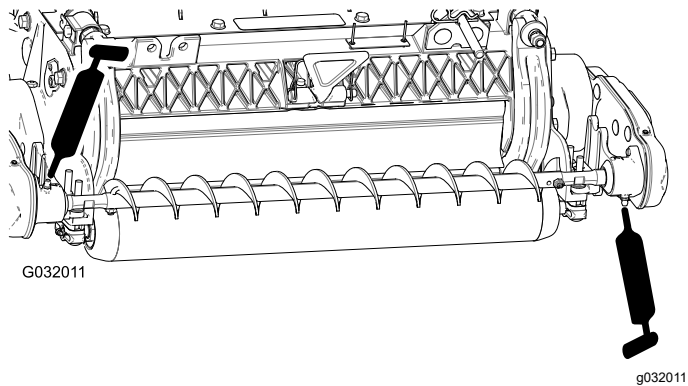

图 19
4. 用 2 号通用型锂基润滑脂润滑每个滚筒刷轴承座上的黄油嘴图 19。擦掉多余的润滑脂尤其是防尘圈周围。